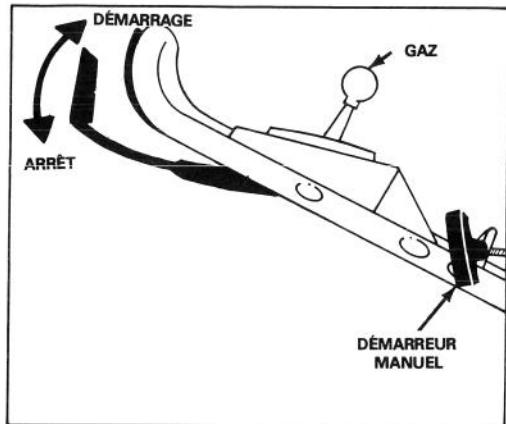

Figure 7
1. COMMANDES — La commande des gaz, la barre de commande et le démarrage manuel se trouvent sur la poignée supérieure (Fig. 7).
3. DEMARRAGE — Portez la commande des gaz sur le starter (CHOKE) et gardez la barre de commande appuyée sur la poignée. Tirez le cordon du démarrage manuel et réglez les gaz au niveau voulu dès que le moteur démarre (Fig. 7). Lorsque la température est d'environ 5 °C, il faudra tirer quelques fois de plus car le moteur doit être amorcé.